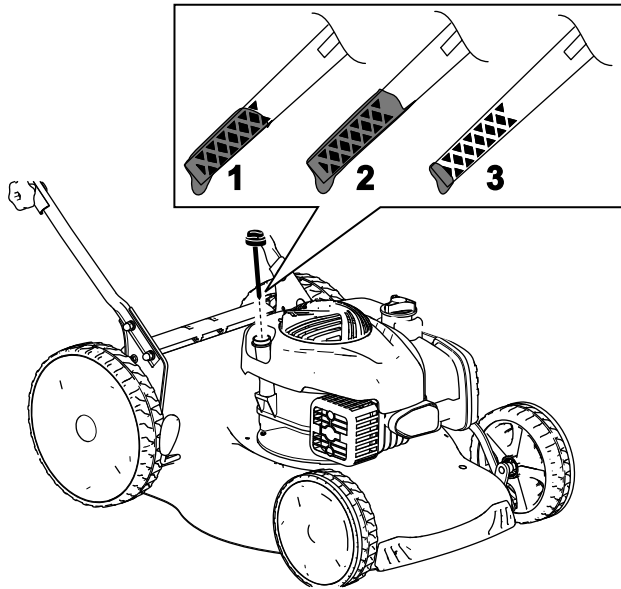

Figura 24
3. Retire la varilla girando el tapón en el sentido contrario a las agujas del reloj y tirando del mismo (Figura 24).